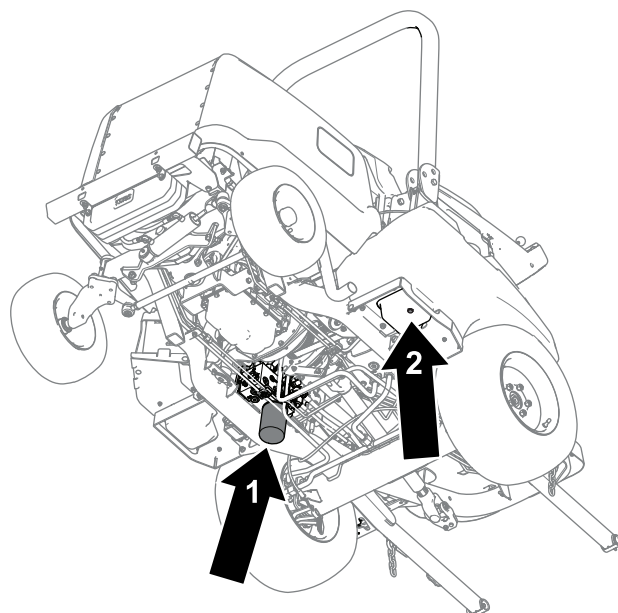

Figura 83
4. Retire el tapón de vaciado (Figura 83) de la parte inferior del depósito y deje que se drene el aceite hidráulico al recipiente.
6. Coloque un recipiente de vaciado debajo del filtro (Figura 83), retire el filtro y deje que se drene el aceite restante en el recipiente.